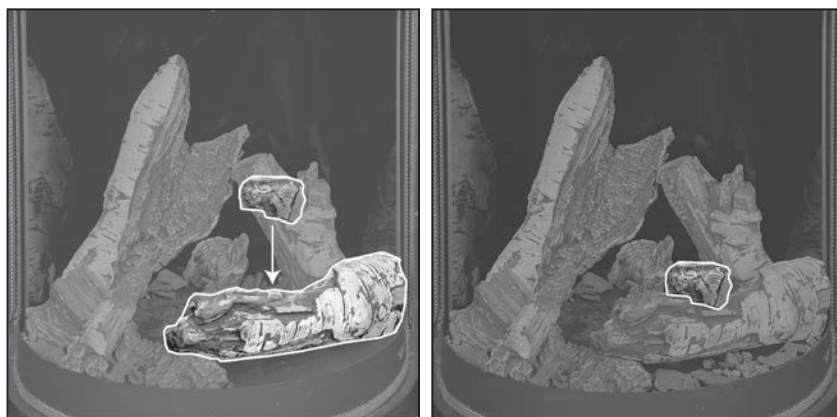

Figure 94: Étape 8 - La bûche 8
Étape 7: La bûche 8 devrait bien s'encocher sur la bûche 7. Voir la Figure 94.